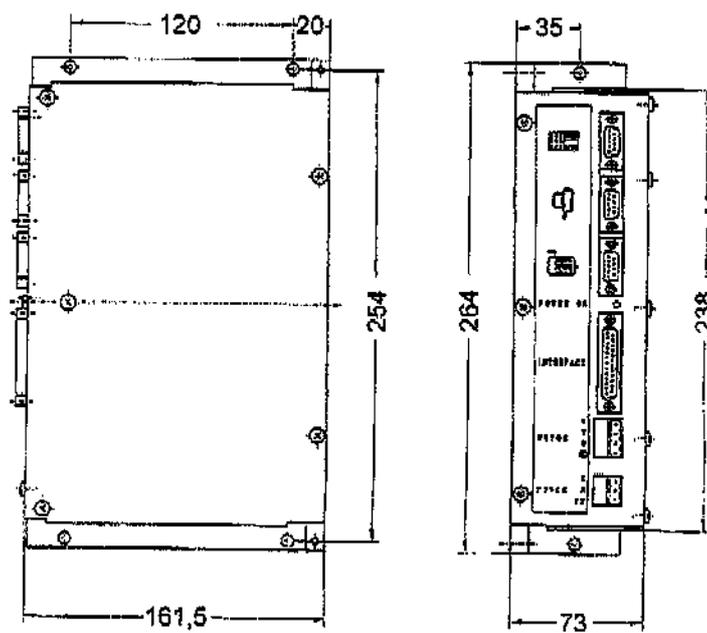

Abb.3
**Maße** siehe S.23 Abb.2 und Abb.3